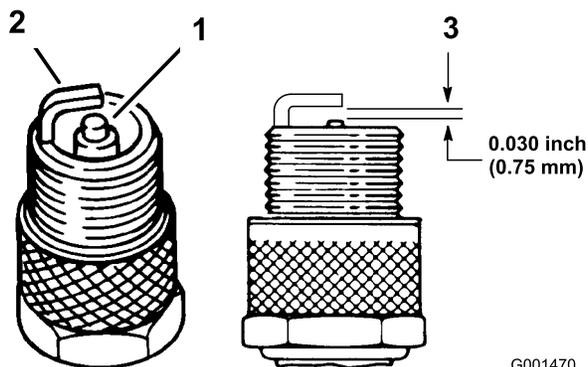

図 23
- 中央の電極部(図 23)を観察する。絶縁体部がうす茶色や灰色なら適正、黒い汚れがある場合にはエア・クリーナの不良を考える。
- すきまゲージでエア・ギャップの点検を行い(図 23)、隙間の大きさが適切でなければ側面の電極を注意深く曲げて調整する(図 23)。
- 点火コードを接続する(図 23)。